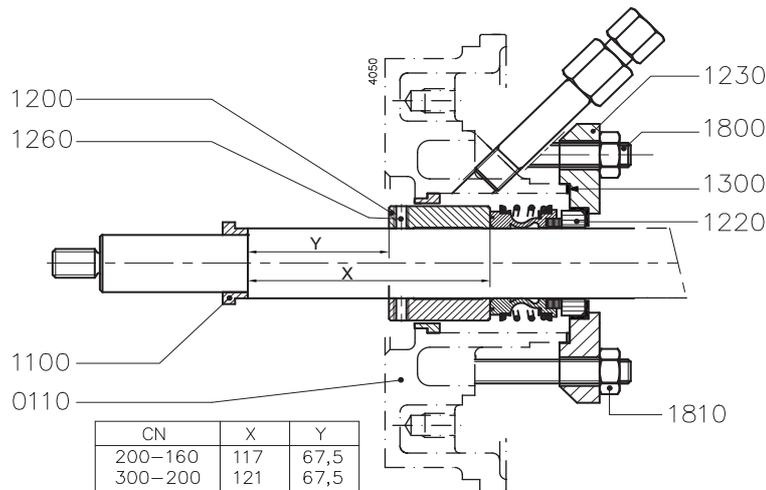

Figure 25: Réglage de la chemise d'arbre des 200-160 et 300-200.
- 8 Montage de la chemise d'arbre (1200). Pour les types 200-160 et 300-200, la chemise d'arbre (1200) doit être ajustée en fonction de la distance Y, voir figure 25.